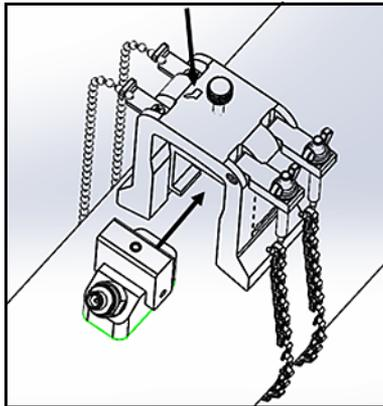

Figure 32 : insérez le transducteur dans l'étrier
8. Desserrez la vis d'étrier. Ensuite, appliquez le milieu de couplage sur la face du transducteur puis insérez le transducteur dans l'étrier, comme illustré dans la *Figure 32* ci-dessous.